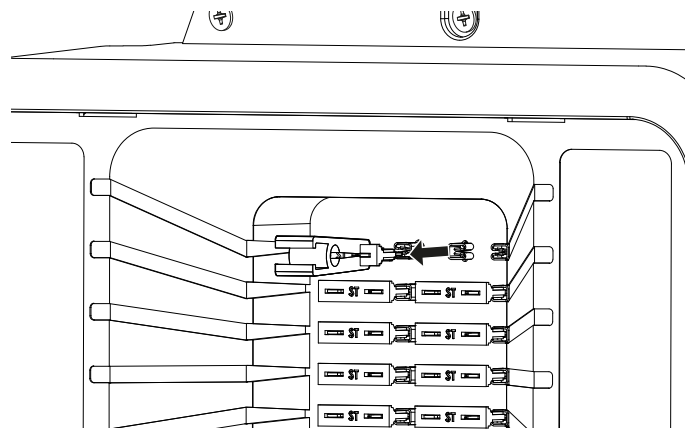

Fig. 4
- ▶ Extraiga el fusible correspondiente con las pinzas de seguridad (Fig. 4).